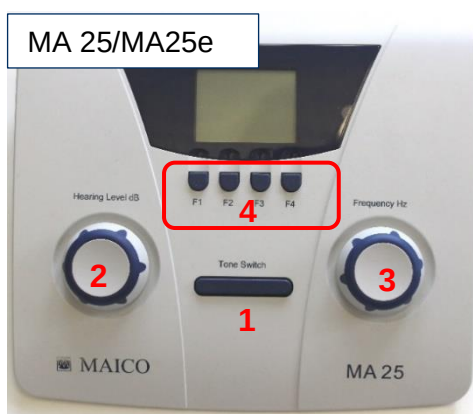
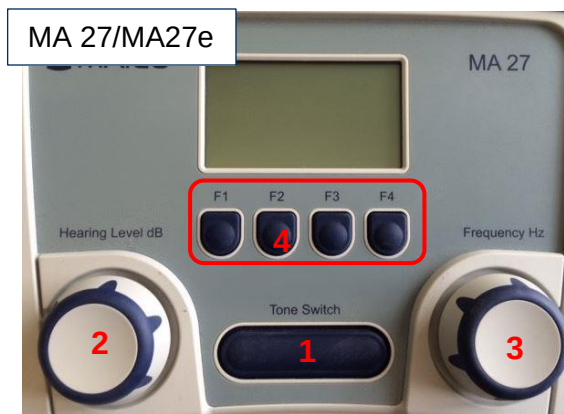

Imagen 10
Imagen 11
Para encender el audiómetro, presione el botón **Tone Switch (Interruptor de tono)** (Imagen 10/Imagen 11, 1).
Imagen 10 y Imagen 11 muestran el diseño del dispositivo. La Tabla 6 proporciona más explicación.
Los botones de función son los botones ubicados debajo de la pantalla. La función del botón aparece en la parte inferior de la pantalla. Estos botones están etiquetados como **F1**, **F2**, **F3** y **F4**. Véase Imagen 10 y Imagen 11 (4), así como también la Tabla 7 para conocer las selecciones disponibles para cada botón de función en el modo de pruebas.